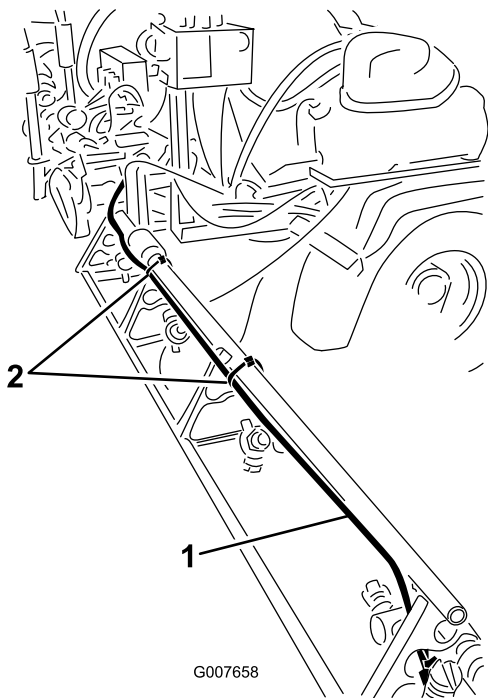

图10
1. 拆掉将泡沫标记组件的液体和空气管子固定至外部喷洒臂段的扎带图10。